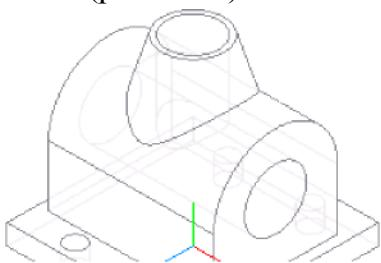

Рис. 7.30
10. Полученный эскиз используем для создания отверстия при помощи операции **Вырезать выдавливанием. Способ построения - До поверхности**. А в качестве поверхности-границы указываем созданное на предыдущем этапе сквозное отверстие (рис. 7.30).